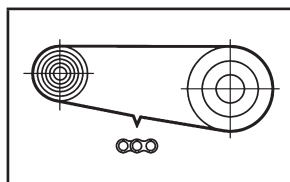

Рис. 22: Определение требуемой длины цепи
- 2 | Выньте новую цепь из упаковки и разместите на большой передней и большой задней звездах, как показано на рис. 22.